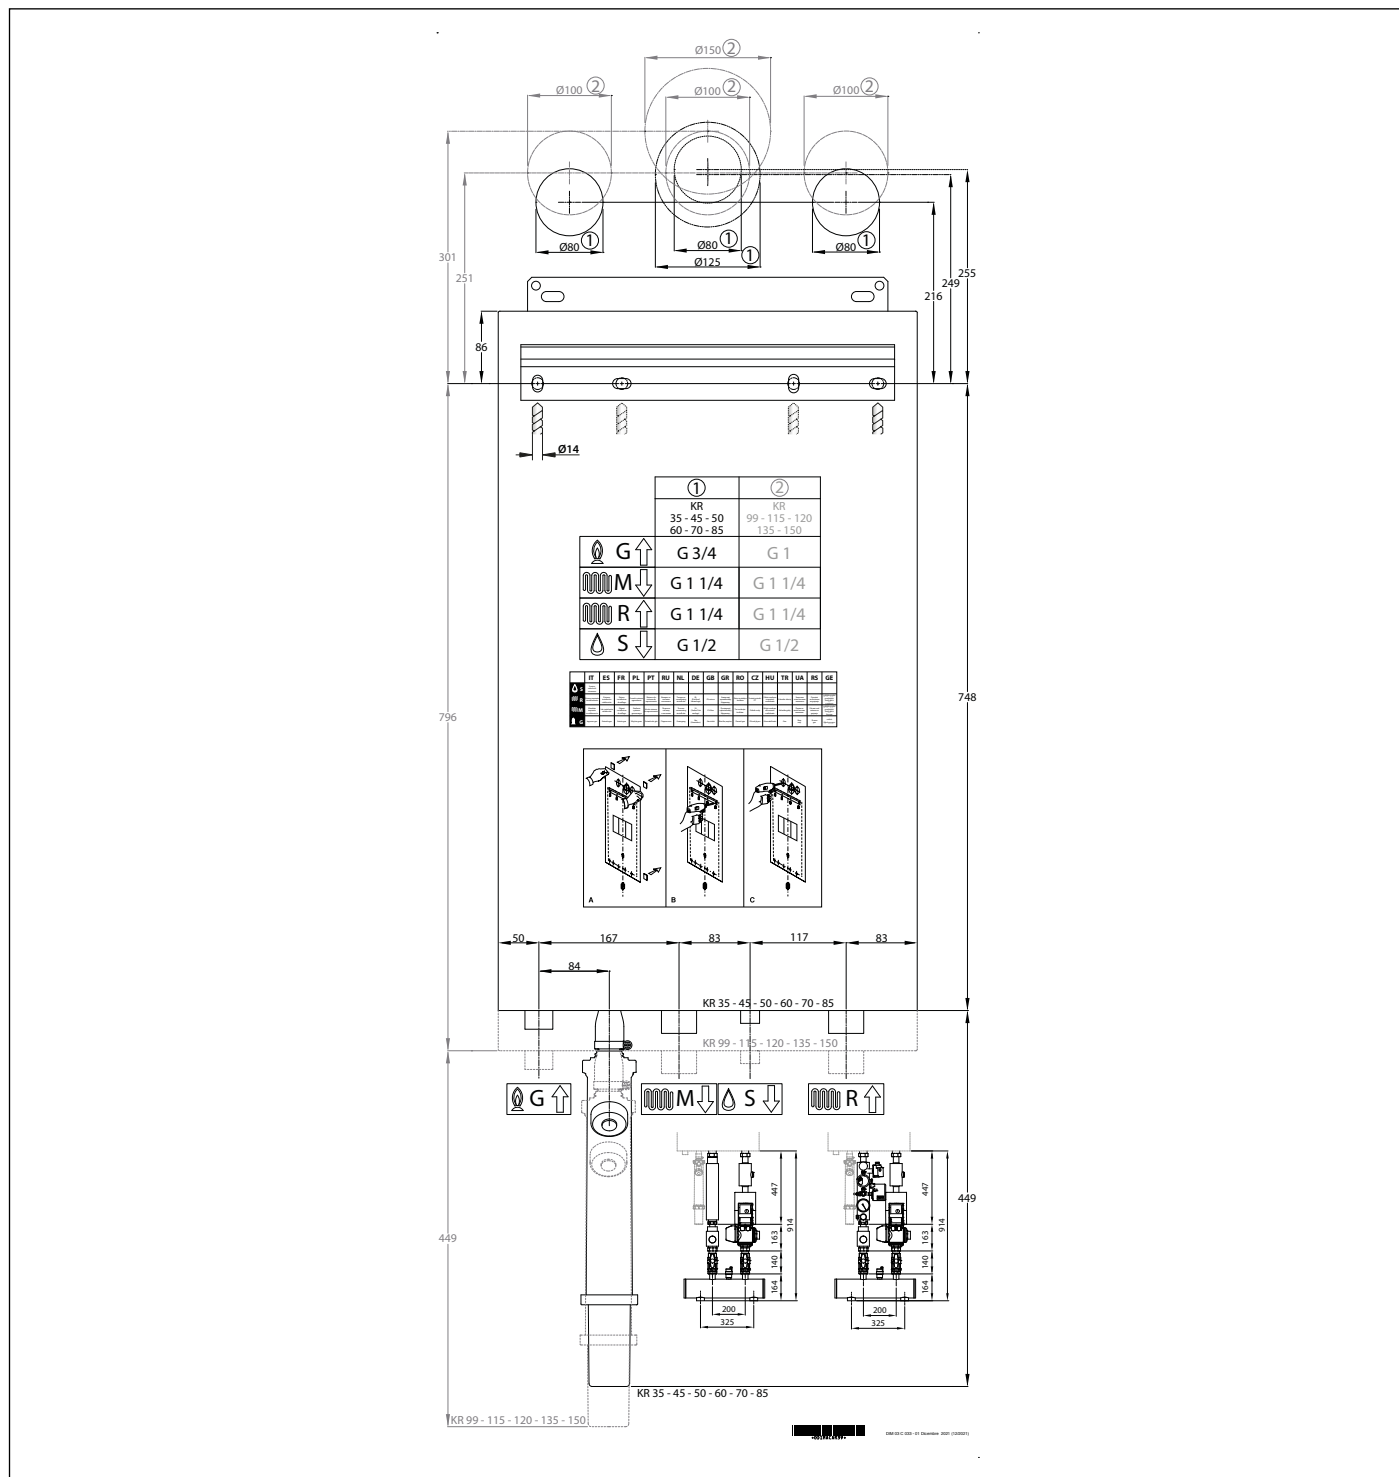

Рис. 7 Паперовий шаблон.
- Монтажний паперовий шаблон (див. Рис. 7 Паперовий шаблон.).
Кожний котел забезпечений спеціальним паперовим шаблоном, що знаходиться в упаковці (див. Рис. 7 Паперовий шаблон.). Шаблон дозволяє забезпечити правильне розташування труб, підключених до системи центрального опалення і газової мережі, а також каналів повітрярозабірника і випуску димового газу, під час реалізації водяної системи і перед монтажем бойлера. Цей шаблон виготовлений з міцного паперового листа, який, за допомогою рівня, кріпиться на стіну, призначену для установки котла.